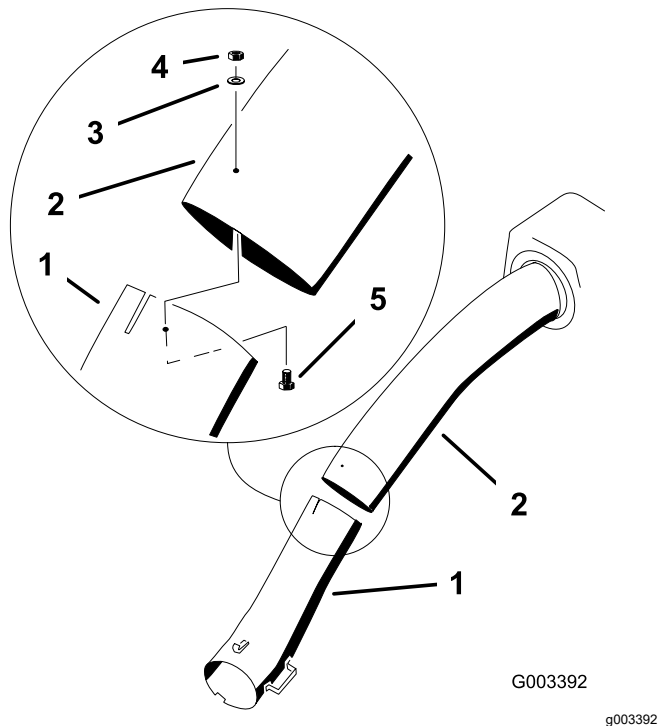

Figura 27
11. Réunissez les tubes supérieur et inférieur avec 3 boulons (n° 10 x 3/4 po), 3 rondelles plates (7/32 po) et 3 contre-écrous (n° 10), comme montré à la Figura 27.